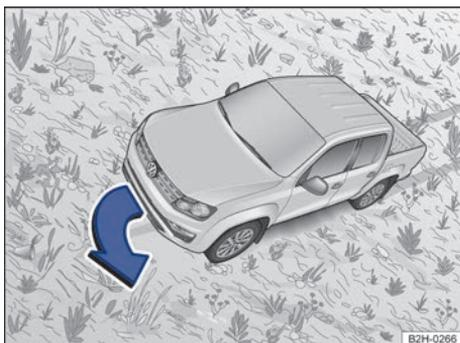

Fig. 141 Girar hacia la línea de caída.
Si el vehículo amenaza con volcar, gire inmediatamente "hacia la línea de caída" y acelere suavemente → fig. 141. Si no es posible girar hacia la línea de caída, entonces gire pendiente arriba acelerando suavemente.
- Antes de circular por una pendiente con el vehículo inclinado, asegúrese de que se pueda girar hacia la línea de caída. Si no es posible, tome otro camino. Si el vehículo amenaza con volcar, gire inmediatamente hacia la línea de caída y acelere suavemente → fig. 141.